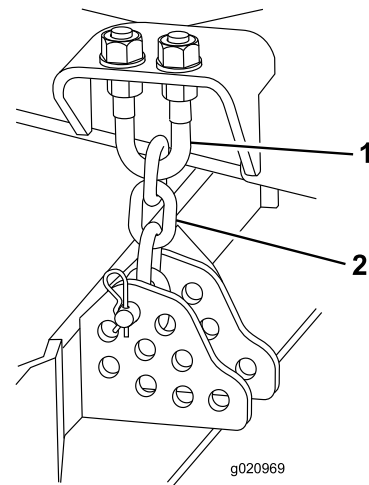

Figura 122
1. Afloje las contratueras de la parte superior o inferior del perno en U de la cadena de altura de corte (Figura 122).